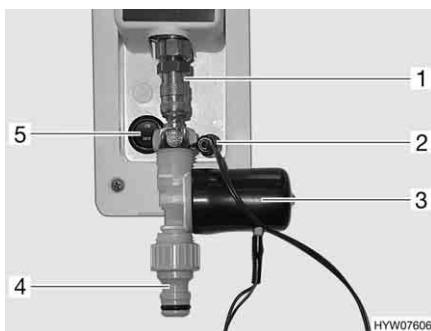

Fig. 164 Allacciamento acqua potabile COLORADO
Inserire l'unità valvola sul gancio della chiusura rapida (Fig. 164,1) sul veicolo.
- Inserire un tubo flessibile per l'acqua con il gancio, sul gancio della chiusura rapida (Fig. 164,4).
- Inserire la spina (Fig. 164,2) per l'alimentazione elettrica della valvola di non ritorno (Fig. 164,3).
- Portare l'interruttore a bilico (Fig. 164,5) in posizione "OFF". La pompa dell'acqua nel veicolo non è in funzione.
- Portare l'interruttore a bilico (Fig. 164,5) in posizione "ON". La pompa dell'acqua nel veicolo è di nuovo in funzione.
- Estrarre la spina (Fig. 164,2) per l'alimentazione elettrica della valvola di non ritorno.
- Spingere verso l'alto l'anello di fissaggio sul gancio della chiusura rapida (Fig. 164,1), rimuovere l'unità valvola e depositarla in un ambiente protetto dal gelo.